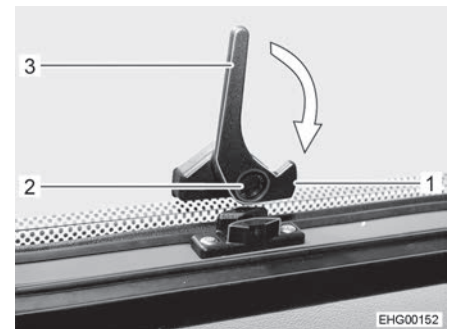

Bild 32 Låsarm, nedtill (i läget "öppet")
- Tryck på låsknappen (Bild 32,2) på låsarmen nedtill (Bild 32,3) och håll den nedtryckt.
- Sväng låsarmen nedtill (Bild 32,3) en kvarts varv mot fönsterkarmen tills låsspaken (Bild 32,1) hakar fast.